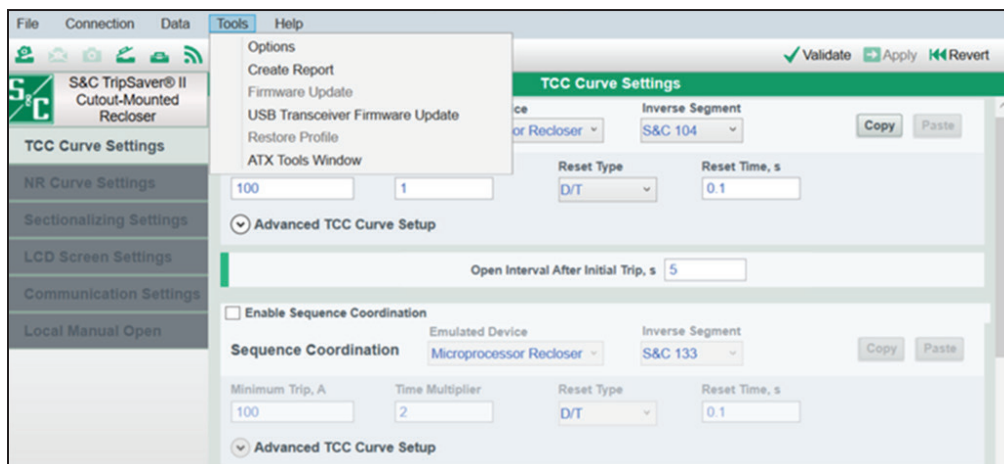

Figura 7. Item de menu de Atualização de Firmware do Transceptor USB sob o menu Ferramentas.
PASSO 2. Selecione **Tools>USB Transceiver Firmware Update** (Ferramentas>Atualização do Firmware de Transceptor USB) no menu **Principal**. Ver Figura 7.